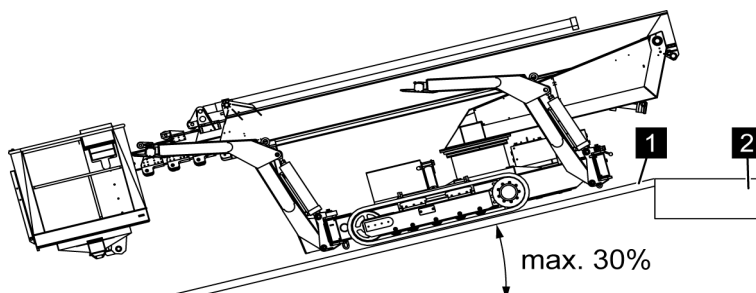

Fig. 43: Transport sur une remorque
1. ➔ Déplacer la plateforme élévatrice en marche arrière sur les rampes (Voir la Fig. 43/1).
2. ➤ Lors de la mise en place sur la surface de chargement (Voir la Fig. 43/2), réduire la vitesse.
Lorsque la plateforme élévatrice avec les chaînes est complètement sur la surface de chargement (Voir la Fig. 43/2), il est possible d'accélérer de nouveau.